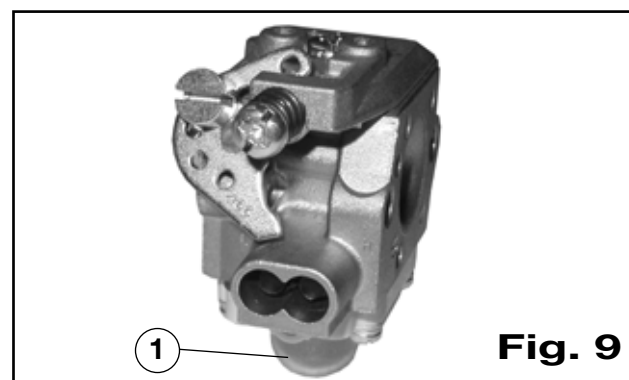

Fig. 9
- pulse con el motor frío el bulbo de cebado (pieza 1, fig. 9), 5-6 veces hasta que salga la mezcla por el tubo de descarga específico (para llenar completamente todas las cámaras del carburador);